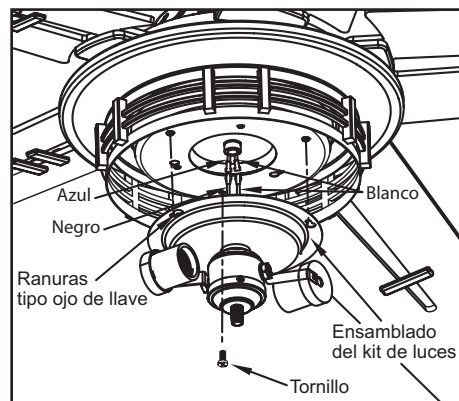

Figura 13
4. Quita uno de los tres tornillos de montaje en la caja del interruptor (Figura 13).
10. Coloca el tazón de vidrio sobre la boquilla enroscada (Figura 13).